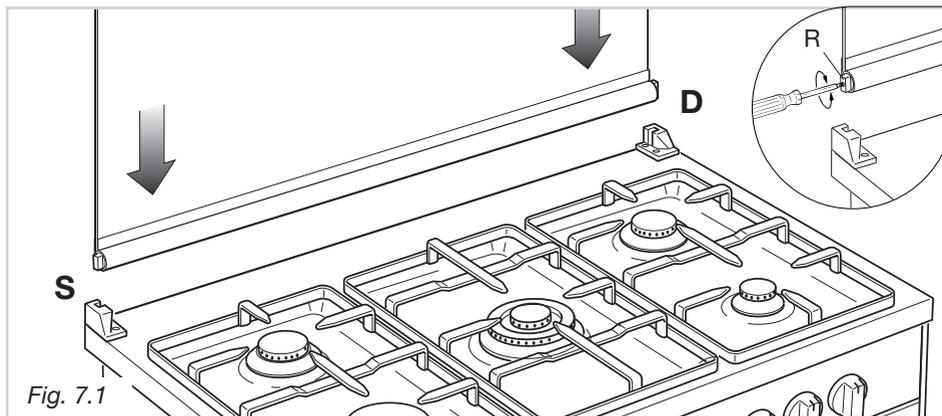

Fig. 7.1
- nella sede destra deve essere montata la cerniera con la stampigliatura **D** mentre nella sede sinistra la cerniera con la stampigliatura **S** (Fig. 7.1)
Eventualmente registrare la taratura delle molle delle cerniere ruotando le viti **R** in senso orario (fig. 7.1).